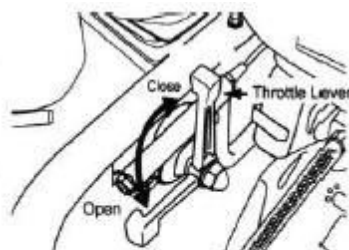

Fig 9
8. Pour lancer l'action de compactage du compacteur, déplacez rapidement le levier d'accélérateur (Fig. 9) de IDLE (fermer) à la position FULL OPEN. NE PAS déplacer le levier de l'accélérateur lentement car cela peut endommager l'embrayage ou le ressort.